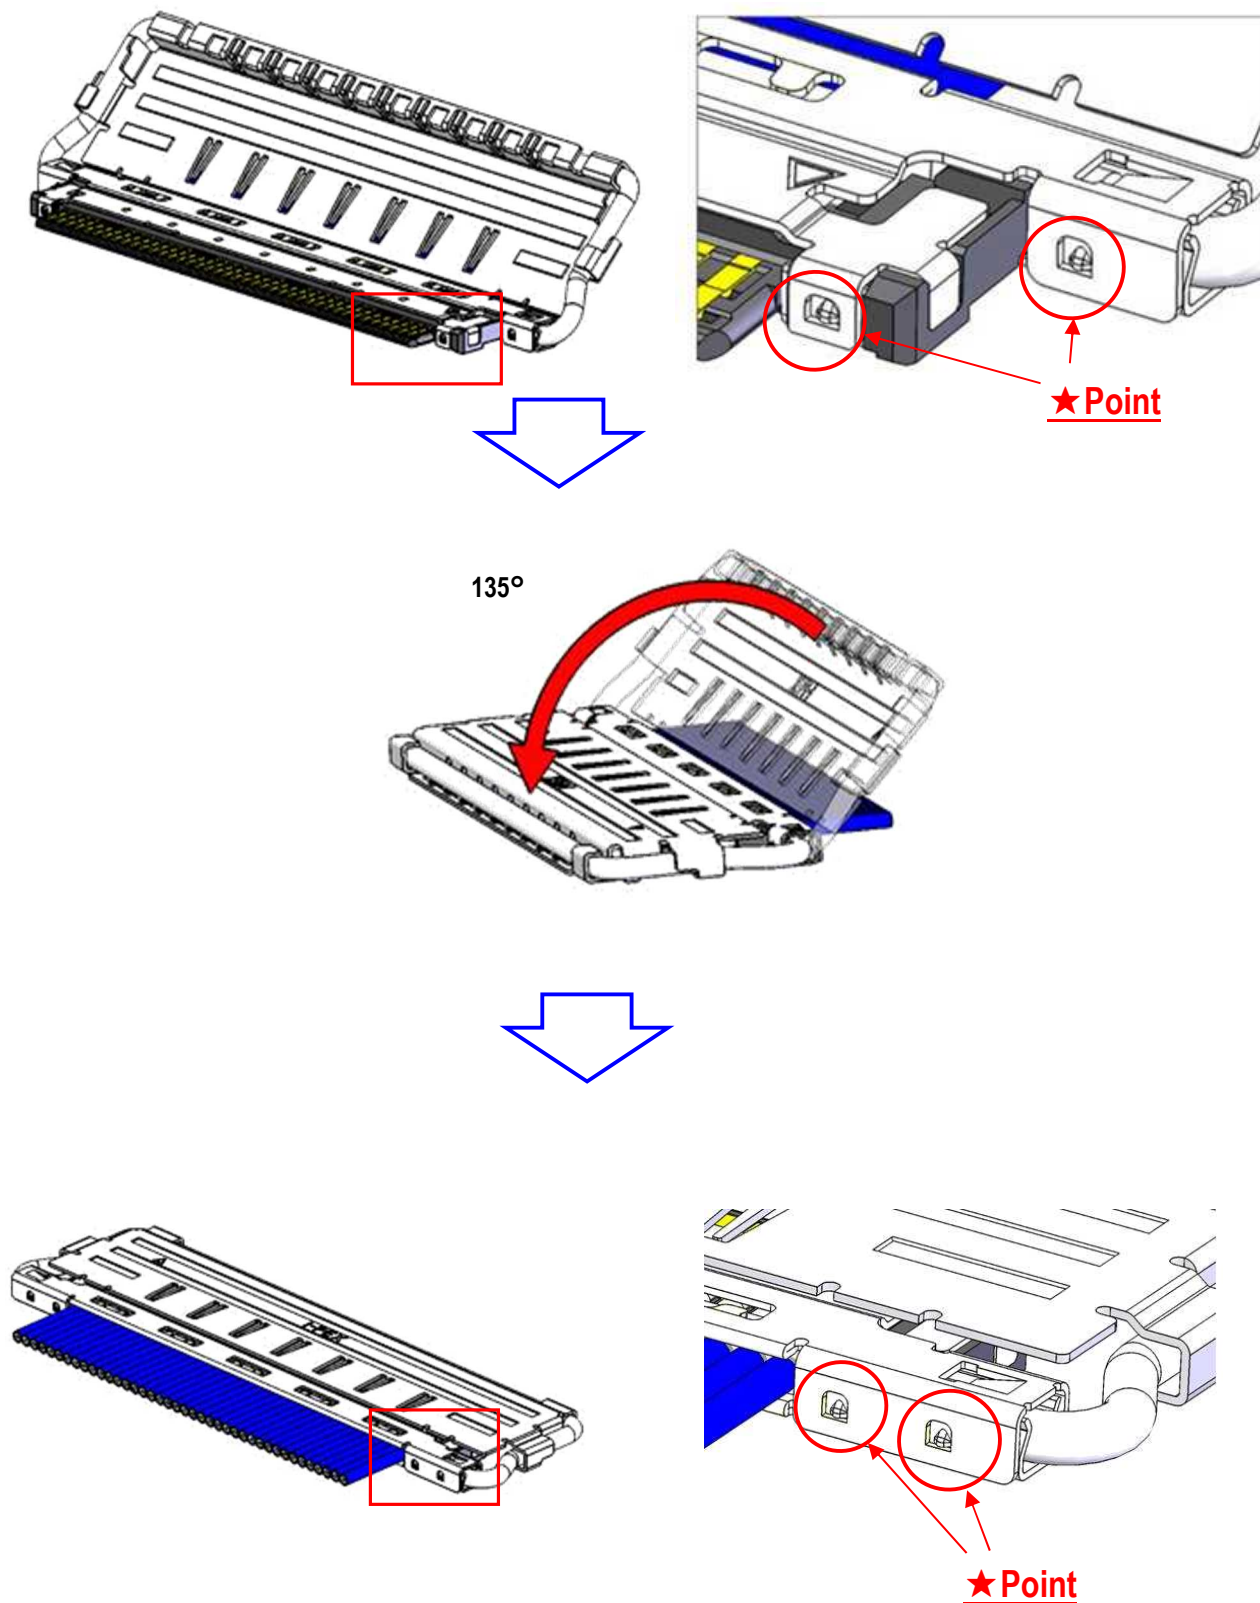

Fig.9 The assembly confirmation of SHELL-A
③SHELL A,BとGND BARを半田コテにて全箇所半田付けする。(Fig.9,10◆部)